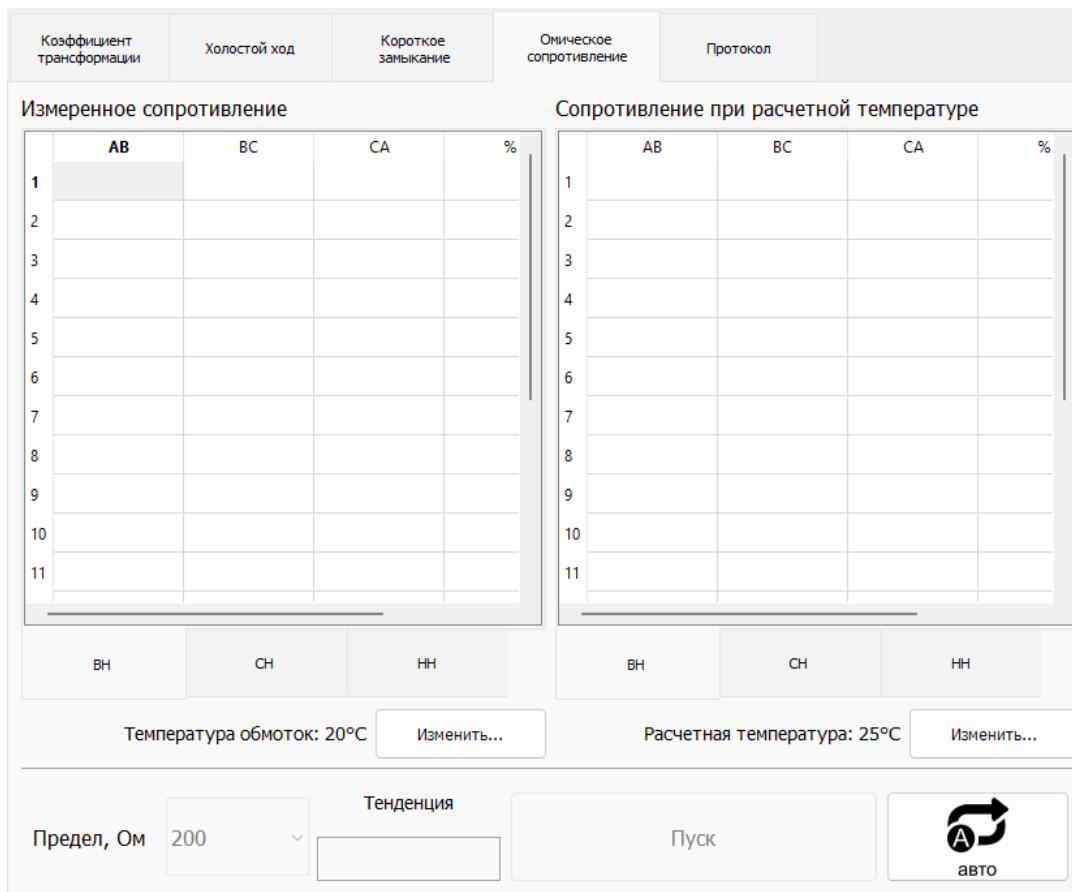

Рис. 29. Вкладка «Омическое сопротивление»
**5.6.2.** Переключаемся на вкладку «Омическое сопротивление» (рис. 29) и в таблице «Измеренное сопротивление» выбираем ячейку, соответствующую нужной фазе и номеру ответвления.